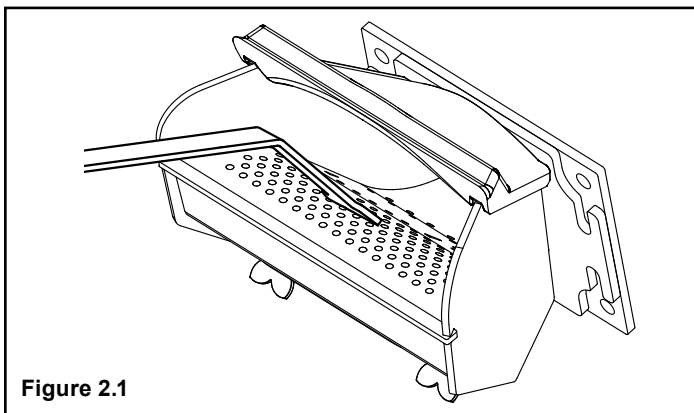

Figure 2.1
- Grattez la grille supérieure et les côtés du pot de combustion jusqu'au tube de vis sans fin Figure 2.1. Il n'est pas nécessaire de retirer tous les matériaux du pot de combustion. L'excédent sera poussé à l'extérieur pendant l'utilisation suivante.